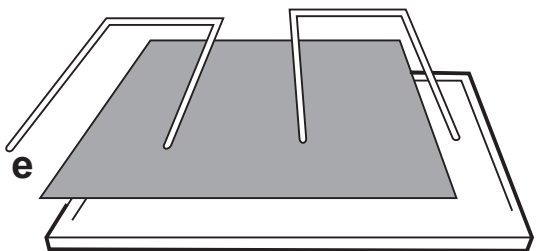

Fig. 3
3. Ta bort fettfiltrets låsanordning. **Fig. 3 (e).**